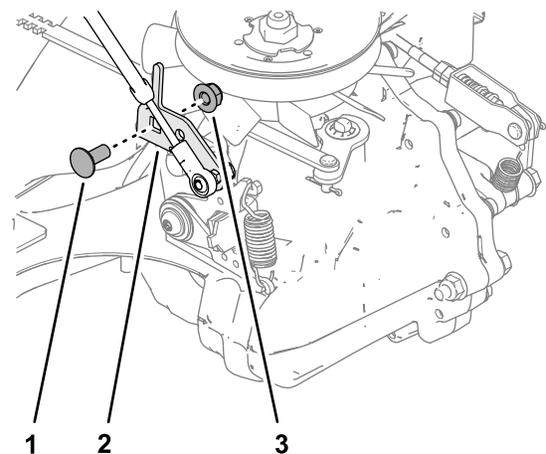

Bild 25
1. Entfernen Sie die Sicherungsmutter und Schlossschraube, mit welchen die Getriebehalterung am Rückführ-Steuerarm befestigt ist (Bild 25).